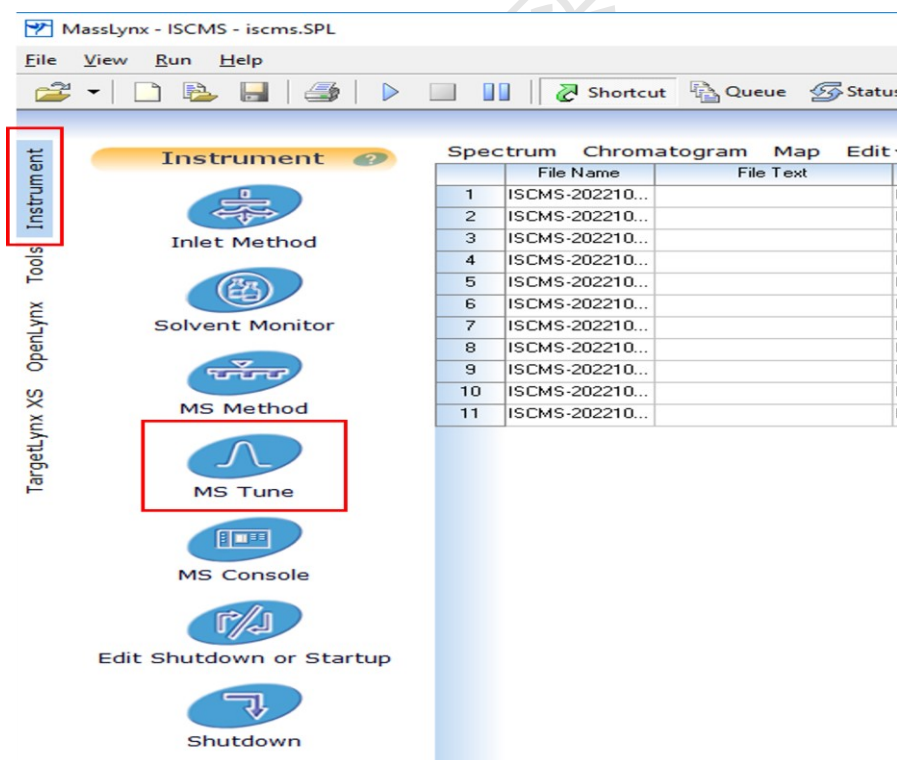
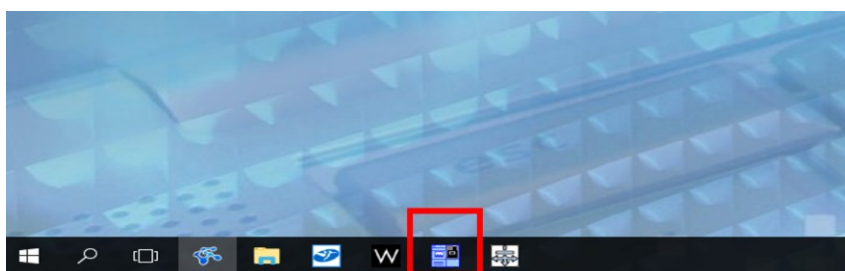
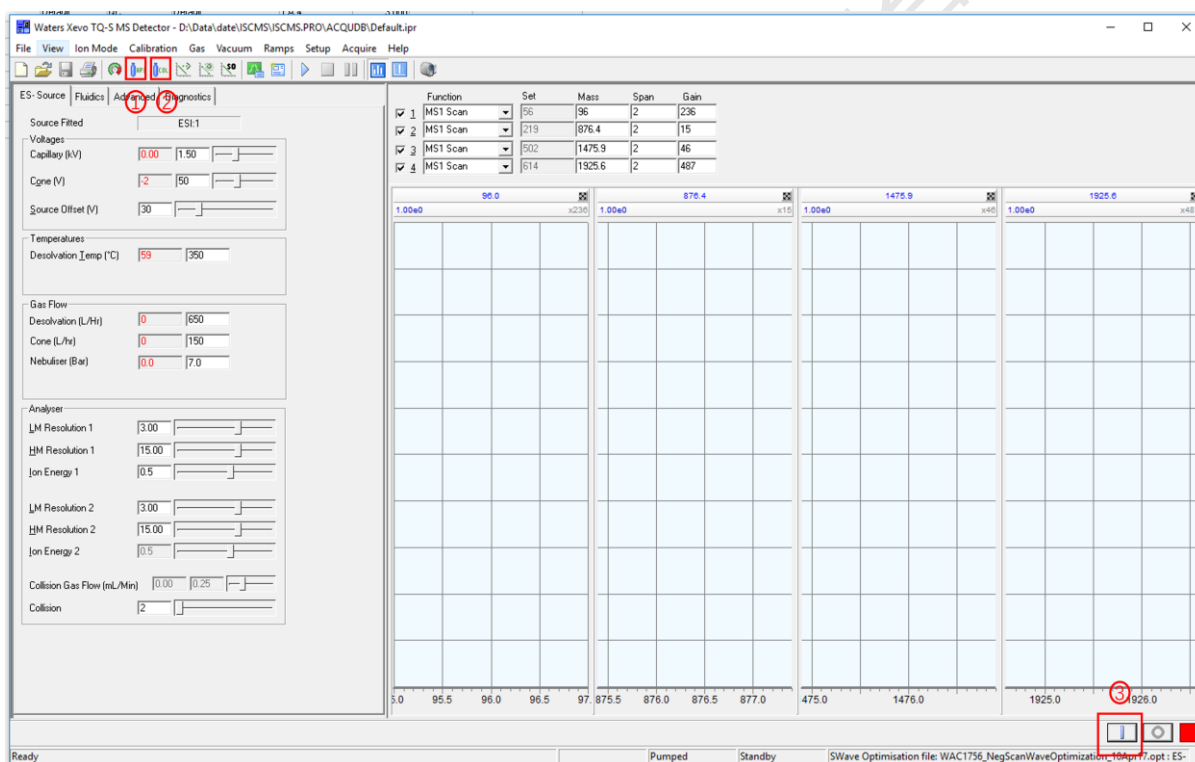

图 6-19
图 6-20
图 6-21
Step1. 在 Masslynx 操作主界面—Instrument 界面，选择 MS Tune 图标(图 6-19)，或者点击任务栏  MS tune 图标(图 6-20)，进入质谱操作界面(图 6-21)。
Step 2. 在 MS 操作界面(图 6-21), 需要进行以下操作:
- ① 开气: 先开 N₂ ①, 再开 Ar ②;
- ② 开高压: 点击 Operate ③ 开关。(点击后, 红色方框变为绿色为正常)